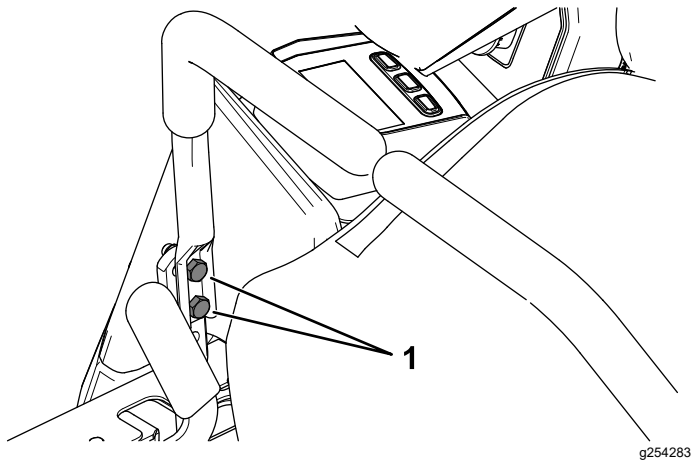

Bild 53
10. Wenn eine Ausrichtung erforderlich ist, lösen Sie die beiden Befestigungsschrauben des Fahrtriebshebels auf der falsch ausgerichteten Seite (Bild 53).
12. Ziehen Sie die beiden Befestigungsschrauben des Fahrtriebshebels fest (Bild 53).